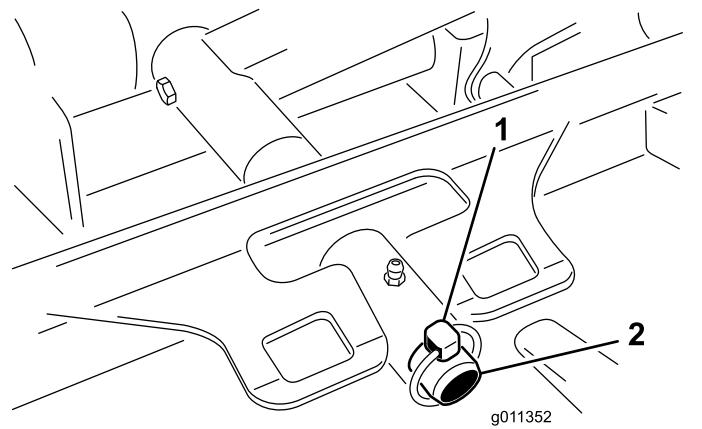

Figure 72
3. Retirez la goupille à anneau (pour les machines Groundsmaster 4500) ou l'écrou de retenue (pour les machines Groundsmaster 4700) qui fixe le bâti porteur du plateau de coupe à l'axe de pivot du bras de levage (Figure 72).
2. Faites glisser le bâti porteur du plateau de coupe sur l'axe de pivot du bras de levage (Figure 72). Fixez le plateau sur l'axe à l'aide de la goupille à anneau (pour les machines Groundsmaster 4500) ou de l'écrou de retenue (pour les machines Groundsmaster 4700).